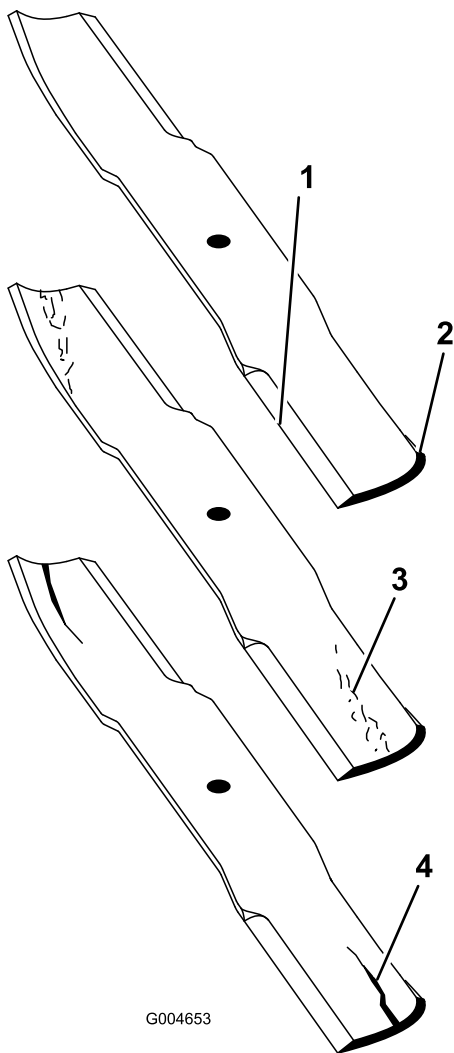

図 69
1. 刃先の部分を点検する(図 69)。
2. ブレードを点検、特に立ち上がりの湾曲部(図 69)をていねいに点検する。
注 破損、磨耗、割れの発生などがあれば(図 69)、直ちに新しいブレードに交換する。